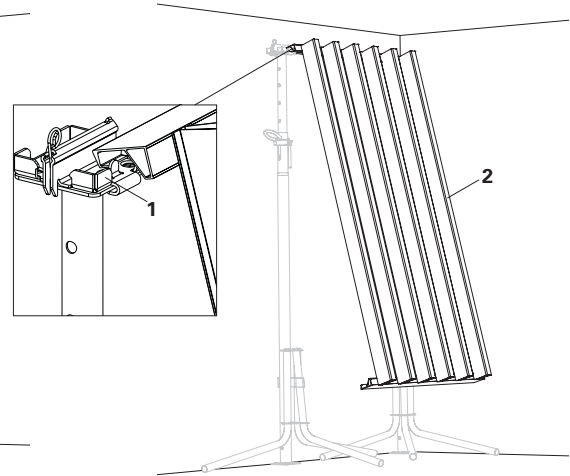

Fig. A4.02
2. Agganciare l'elemento standard GFP (2), bianco. (Fig. A4.02)